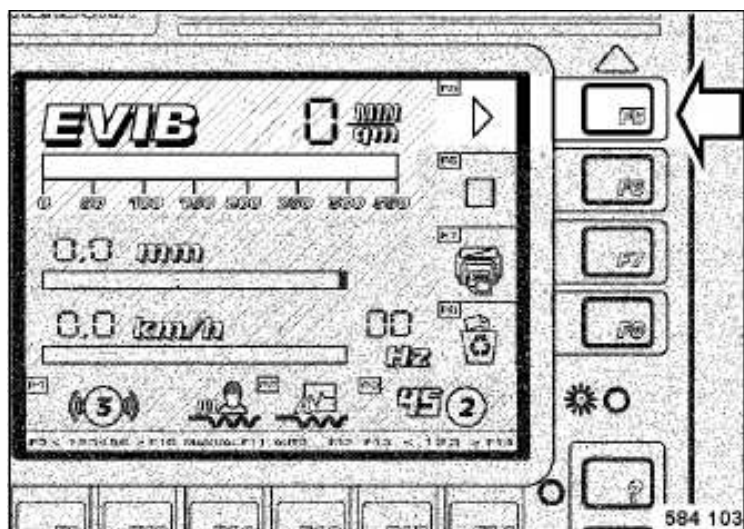

Fig. 75
- El campo de control en la izquierda de F5 (Fig. 75) emite luz verde.